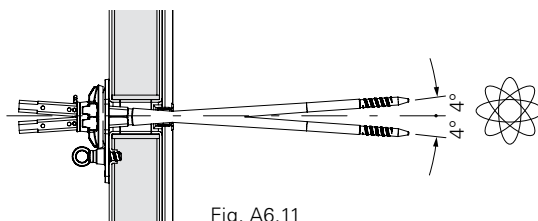

Fig. A6.11
- Il foro conico consente l’inserimento di un tirante inclinato di 4° nella cassaforma a telaio. (Fig. A6.11 + A6.15)